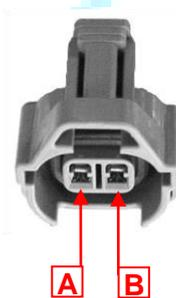

Рис.2
- ✓ **Код SA144J** - если плюс бензиновых инжекторов находится на контакте А, а минус на контакте В, как на **рис.2**
- ✓ **Код SA144JINV** – если плюс бензиновых инжекторов находится на контакте В, а минус на контакте А, как на **рис.2**
Код SA144SJ электрических проводов оснащен разъемами JAPAN и более длинными кабелями для установки на автомобилях марки SUBARU с двигателями BOXER. Вы можете использовать этот тип проводов только в случае, если плюс бензиновых инжекторов находится на контакте В, а минус на контакте А, как на **рис.2**